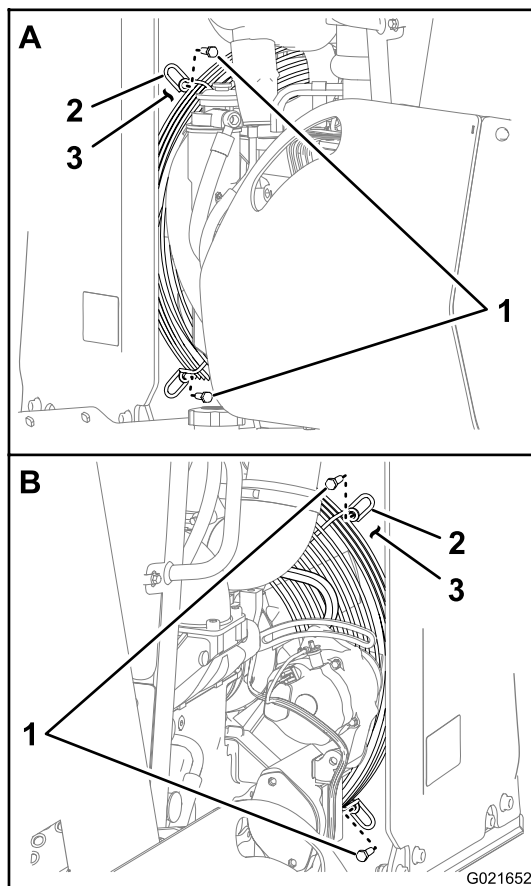

Figura 88
6. Retire los 4 pernos que sujetan el protector del ventilador a la aleta del radiador (Figura 88).
7. Gire el protector del ventilador en el sentido de las agujas del reloj alrededor del eje motriz del ventilador hasta que la abertura del protector esté situada en la posición de las 6 en punto (Figura 88).
8. Sujete el protector del ventilador a la aleta del ventilador (Figura 88).